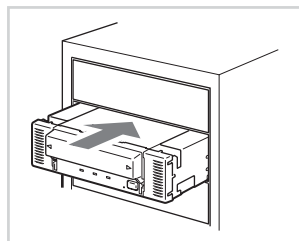
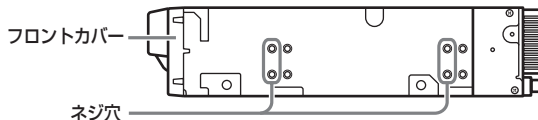

Fig. 1
Fig. 2
- 本製品にレールを取り付ける場合は、Fig. 1に示すフロントカバー側のネジ穴を使用してください(Fig. 2)。(反対側も同様に、片側2箇所、計4箇所をネジ止めしてください。)